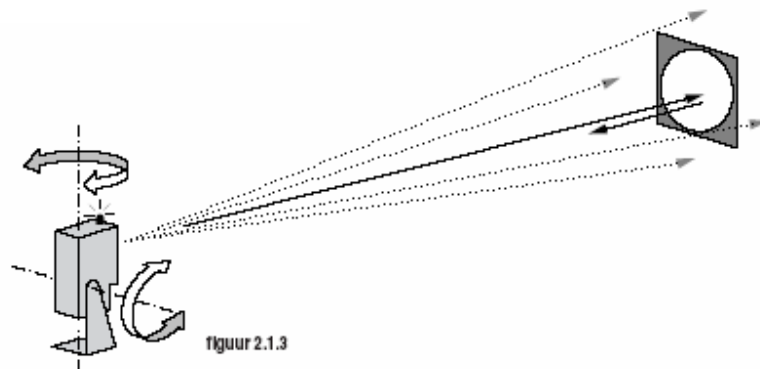

Figura 2.1.3
4. Alinee las barreras fotoeléctricas y los reflectores (véase figura 2.1.3). Los diodos luminosos D56 y D57 deben encenderse al activarse las barreras fotoeléctricas.